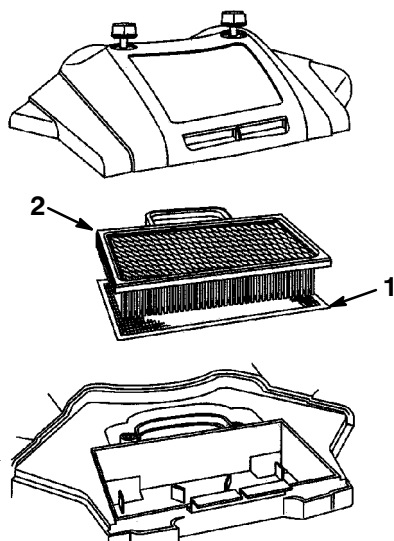

Abbildung 30
4. Papiereinsatz und Schaumstoffeinsatz herausheben (Abb. 30).
1. Schaumstoffeinsatz (Abb. 30):
2. Papiereinsatz (Abb. 30):
3. Luftfilterabdeckung und Knöpfe wieder anbringen (Abb. 30). Die Knöpfe fest anziehen.